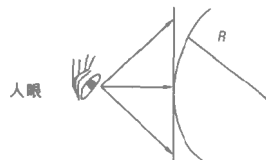

图 1-6 显像管曲率
曲率是指显像管曲率半径的倒数 $\alpha = 1/R$ 。R 越大 显像管屏幕表面弯曲程度就越小 屏幕越扁平。曲率半径 (R) 越小 曲率越大，屏幕的中心和边缘到人眼的距离差距就越大，坐在显示器前面的人，观看到不同位置的图像时，频繁调整眼睛的焦距，易使眼睛疲劳。可见，曲率半径越大、曲率越小的显像管，观看图像时眼睛要舒服些。如图 1-6 所示。